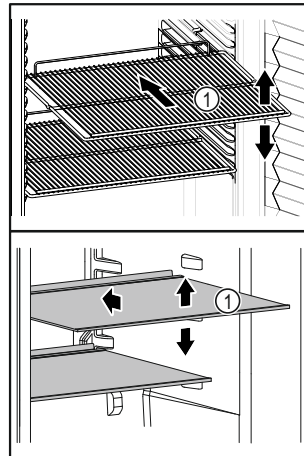

Fig. 5 Beispielhafte Darstellung
- Wenn Ablageflächen Fig. 5 (1) versetzbar sind, Ablageflächen je nach Höhe anpassen.